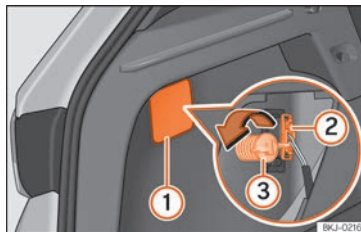
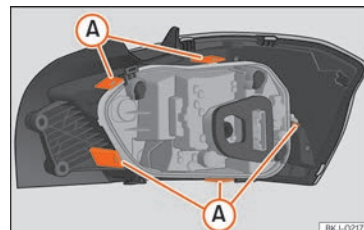

Fig. 60 Bagageira: acesso ao parafuso de fixação da unidade de luz traseira.
Fig. 61 Linguetas de fixação na parte posterior da unidade de luz traseira.
- Retire a tampa fazendo alavanca com o lado plano de uma chave de fendas no entalhe » **Fig. 60** ①.
- Retire o conector da lâmpada ②.
- Desenrosque com a mão ou com a ajuda de uma chave de fendas o parafuso de fixação do farolim ③.
- Desmonte o porta-lâmpadas desbloqueando as linguetas de fixação » **Fig. 61** A.